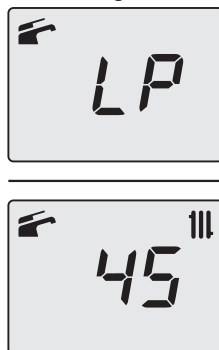

Figura 9.23
- Scorrere i vari parametri utilizzando i tasti 13 (indietro) o 15 (avanti) fino a far apparire sul display LCD le lettere **LP** che si alternano con il valore di temperatura dell'acqua di riscaldamento (es.45), indicanti l'entrata nell'attivazione della "funzione spazzacamino" alla potenza minima in sanitario (Figura 9.23).